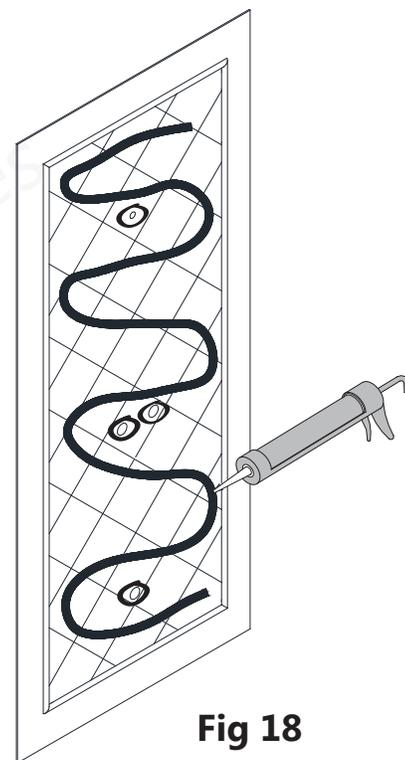

Fig 18
18. Appliquez de l'adhésif partout sur l'endos du panneau latéral (N° 01) et autour des trous de la robinetterie. (**Fig. 18**)